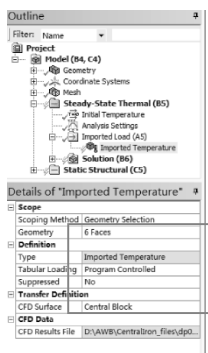

图 12-61 选择施加温度载荷
(2) 单击【Details of “Imported Temperature”】→【Transfer Definition】→【CFD Surface】= CentralBlock, 如图 12-61 所示。